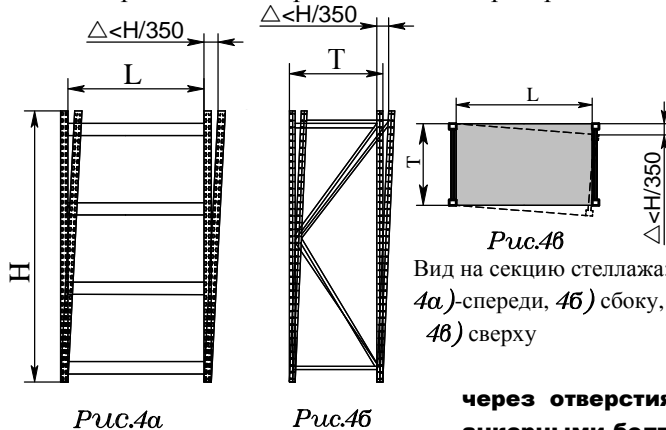

Рис.4
3.8 В процессе сборки контролировать отклонение плоскости рам от вертикальности (рис.4а), отклонение рамных стоек от вертикальности в плоскости рам (рис.4 б), а также отклонение рам от общей прямой линии в продольном направлении секции (секций многосекционного стеллажа) Максимальное отклонение не должно превышать величину Н/350(рис.4- ниже)